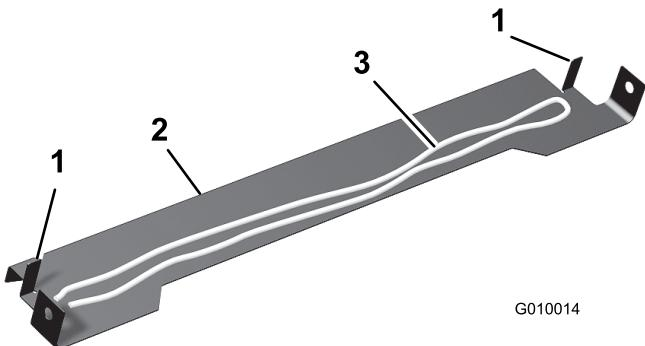

Figure 1
- Appliquez 2 cordons parallèles de mastic au bas de la tôle de protection de la transmission (Figure 1).
Remarque: N'appliquez pas de mastic entre les languettes d'alignement et le bord avant de la tôle de protection (Figure 1).